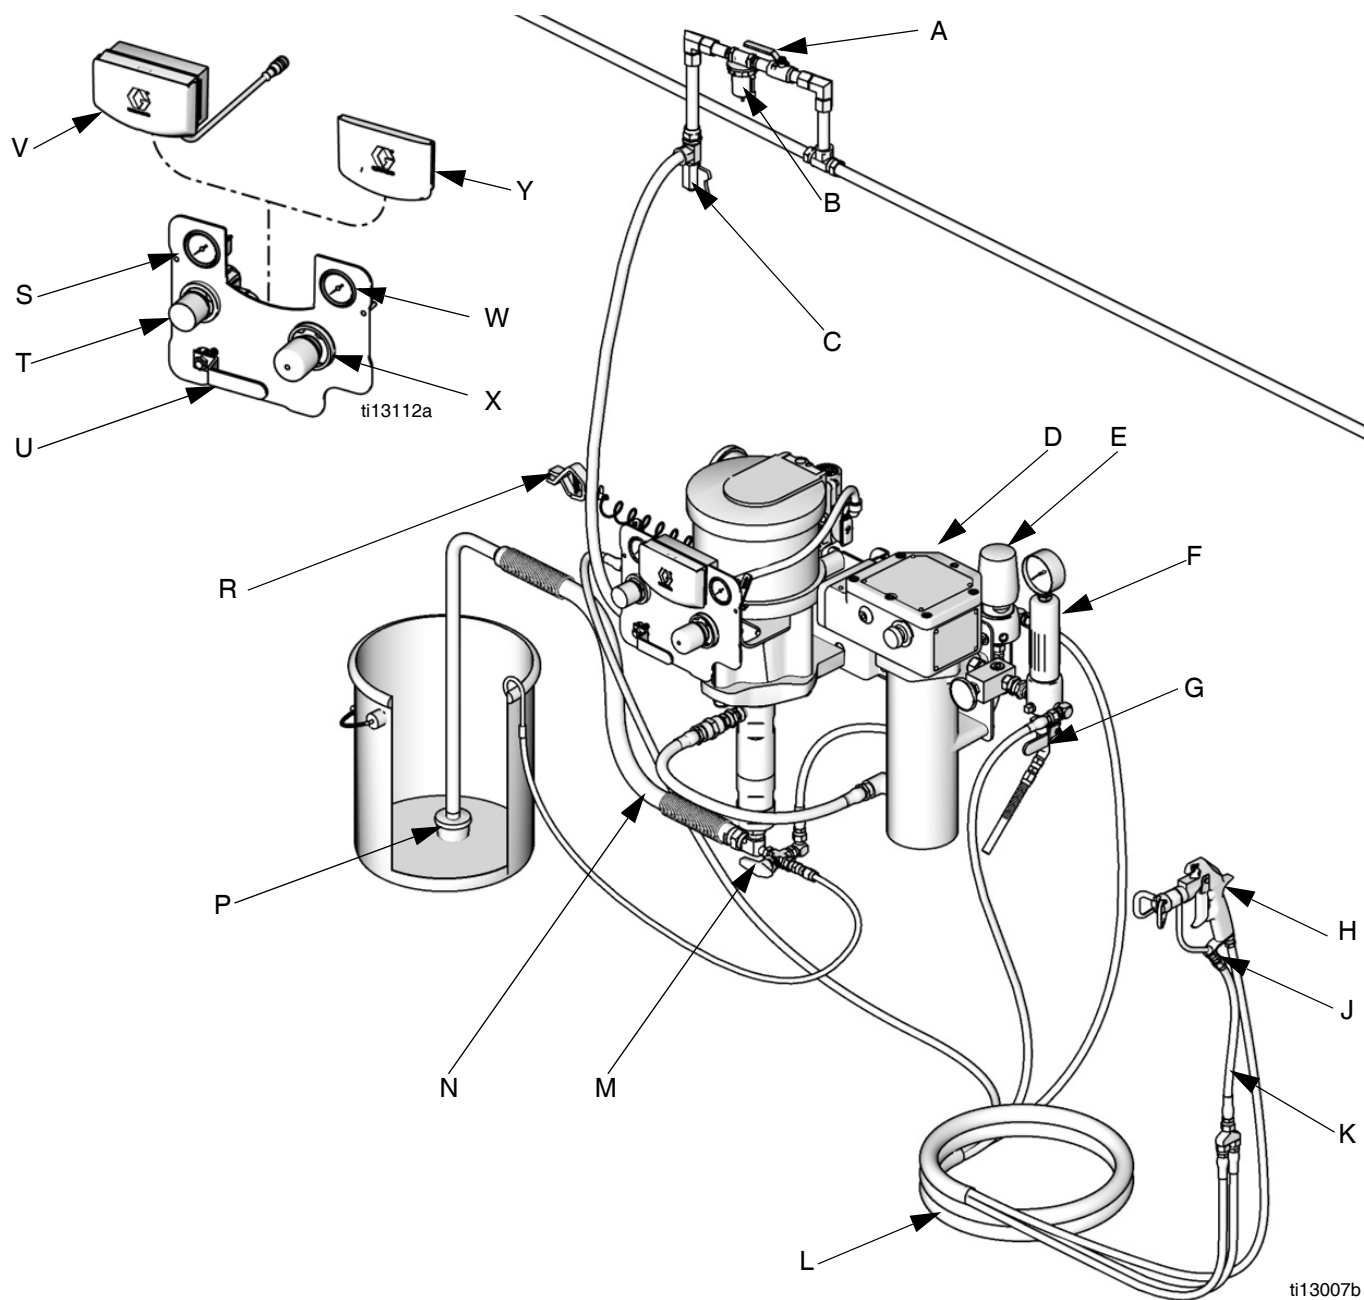

FIG. 1. Installazione tipica (il pacchetto potrebbe non includere tutti gli elementi illustrati).
FIG. 1 La deve essere utilizzata solo come una guida per la selezione e l'installazione dei componenti e degli accessori del sistema. Contattare il distributore Graco per assistenza nella progettazione di un sistema adatto alle proprie necessità specifiche.
Consultare FIG. 1. I componenti variano in base al pacchetto ordinato. Vedere le tabelle nelle pagine da 7 a 8. Il pacchetto può includere:
Fare riferimento a FIG. 1, pagina 8.
2. Consultare FIG. 1. Aprire la valvola di ventilazione principale del tipo a spurgo (U).